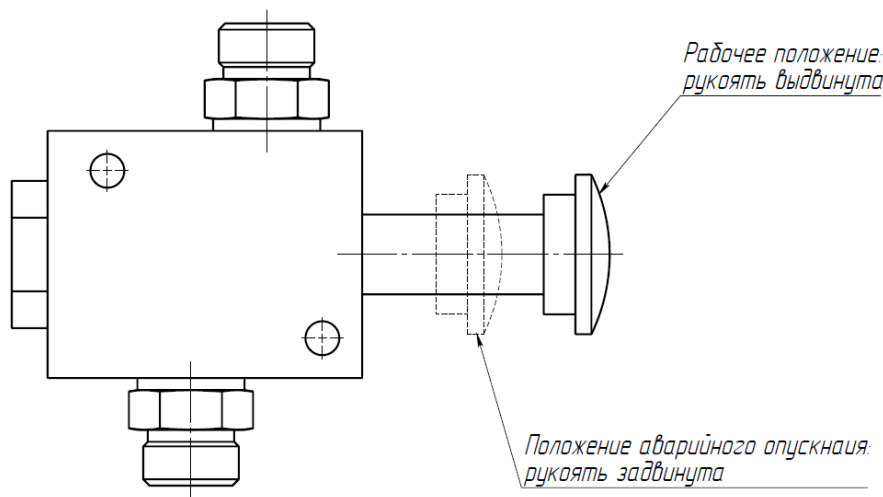

Рисунок 3.129. Тормозной клапан
1. Перевести рукоять клапана соответствующей лебедки в положение аварийного опускания (см. рис. 3.129).